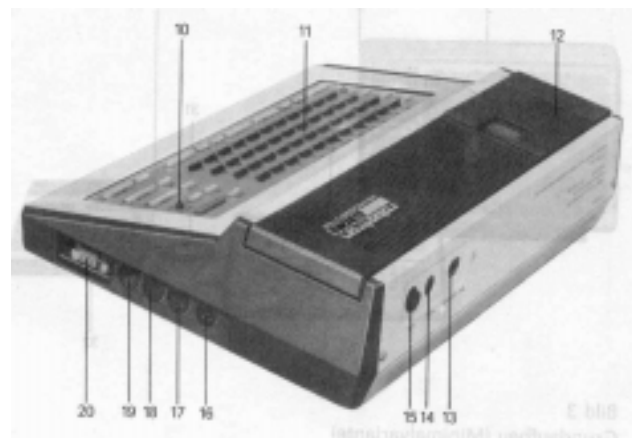

Bild 2
Nachdem Sie den Kleincomputer ausgepackt haben, sollten Sie sich näher mit ihm vertraut machen. Dazu sind im Bild 2 die Anschlußmöglichkeiten und weitere Funktionselemente dargestellt.
Das Kassettenmagnetbandgerät (32) wird über ein handelsübliches Diodenkabel (31) mit der Buchse (19) des Kleincomputers verbunden (siehe Bild 2 und 3) und mit einer Eisen- oder Chromdioxid-Kassette bestückt.